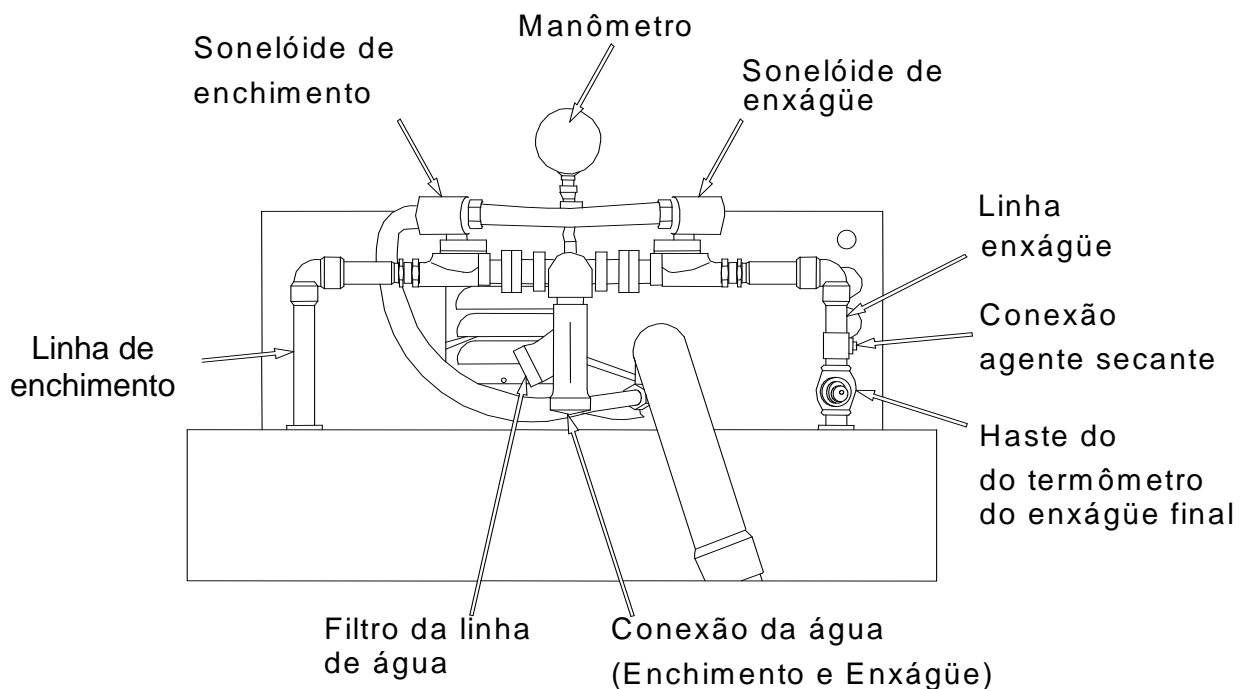

Fig. 6
2.5- CONEXÃO PARA ENCHIMENTO / ENXAGÜE FINAL (FIG. 6)